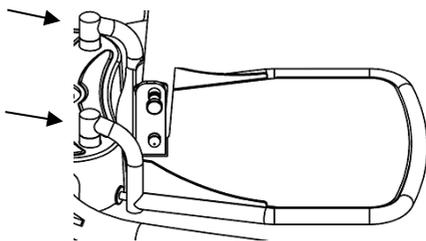

Fig. 1.6D
3. Assembler le repose-pied en le plaçant dans les logements correspondants (Fig. 1.6D).
4. Fixer le vérin sur le bras de levage. Utiliser la clé Allen ainsi que l'autre clé pour serrer le boulon / écrou (Fig. 1.6D). Installer le cache sur l'écrou.